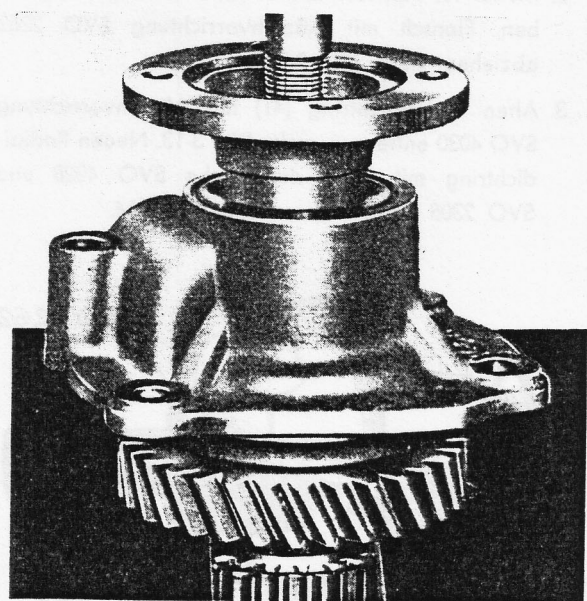

Bild 3-17. Hauptwelle zerlegen
1. Schaltmuffe (23. Bild 3-31) für 1. und 2. Gang nach vorn schieben. Hauptwelle unter eine Presse bringen und Zahnrad für 1. Gang auflegen. Welle mit Treibdorn herauspressen, siehe Bild 3-17.